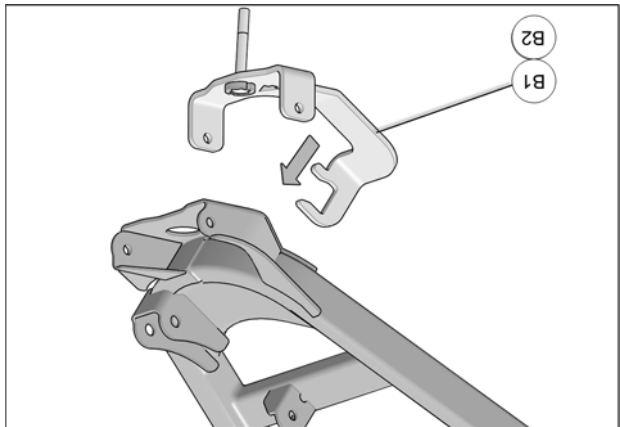

Fig. 7
6. Placer l'ancrage (B1-B2) sous le bras de suspension intérieur. Fig. 7